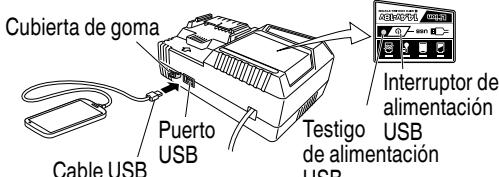

Fig. 13
## (2) Encienda el enchufe de alimentación USB (Fig. 13)
## (3) Conecte el cable USB. (Fig. 13)
- Apague el interruptor de alimentación USB y desenchufe el cable de alimentación de la toma de alimentación eléctrica. (Fig. 13)